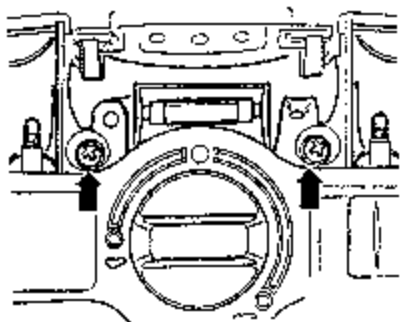

图 11-97 拆卸夹紧螺钉
(1) 活动车顶控制器的拆卸
- ① 小心地撬出车内顶灯的灯罩。
- ② 撬开固定螺钉（夹紧螺钉），如图 11-97 箭头所示。
- ③ 拔出插头。